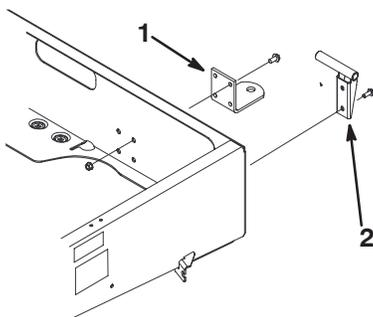

Figura 7
2. Monte o apoio de articulação esquerdo no canto posterior esquerdo do chassis com dois parafusos de cabeça flangeada (3/8 x 1 pol.). Aperte os parafusos com uma força de 22 Nm. Coloque o apoio como se mostra na Figura 7.